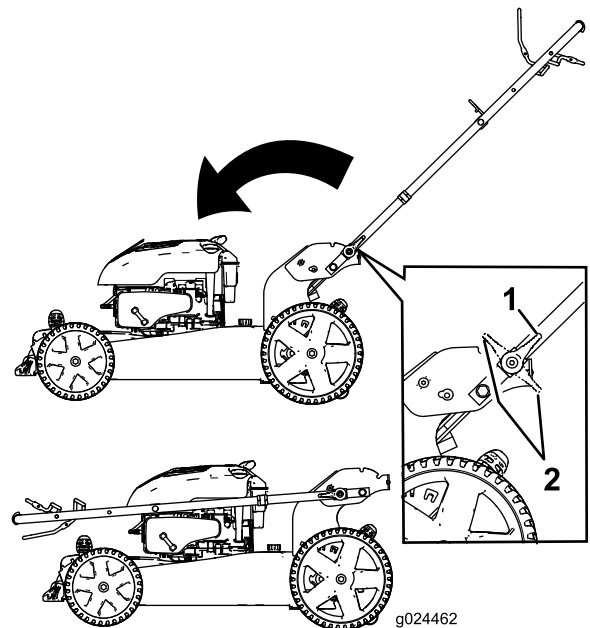

図 18
3. ハンドルロックを解除する 図 18。
4. ハンドルを前方に一杯に折りたたむ 図 18。